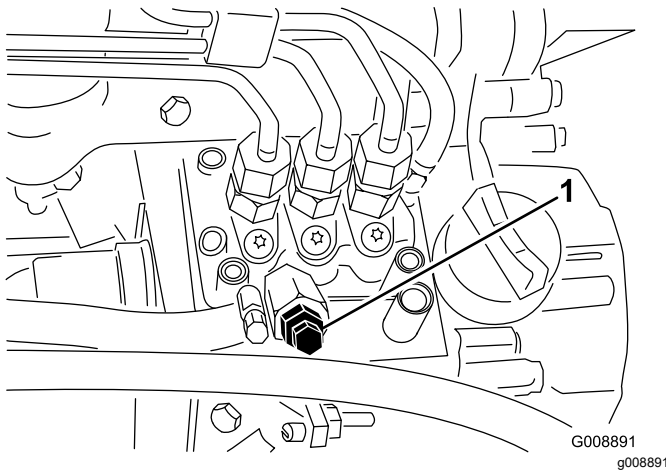

Bild 86
4. Öffnen Sie die Entlüftungsschraube an der Kraftstoffeinspritzpumpe (**Bild 86**).